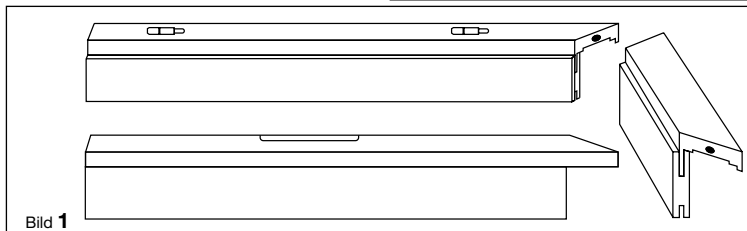

Bild 1
1. Futterteile auf vorgerichtete Montageböcke und -platte auflegen (siehe Bild 1).